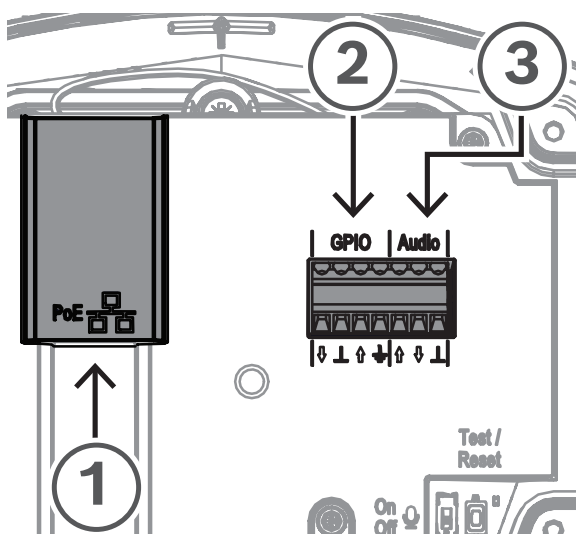

Figura 2.3: Panel posterior del altavoz de bocina IP (sin la cubierta)
Conexión de la red (Figura 2.3, llamada 1)
4. Conecte ese extremo del cable al puerto de red (Figura 2.3, llamada 1).
Conexión las GPIO (Figura 2.3, llamada 2)
Conexión del audio analógico (Figura 2.3, llamada 3)
4. Conecte los cables al terminal de audio del dispositivo (Figura 2.3, llamada 3).